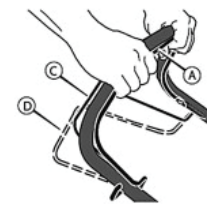

Рис. 6 Положение рычагов остановки двигателя и привода хода
1. Нажмите и удерживайте рычаг остановки двигателя в положении А (Рис. 6). Запустите двигатель
2. Переместите рычаг привода (Рис.6) полностью вперед. Теперь система привода включена, и газонокосилка начнет двигаться вперед.
Для выключения только системы привода, отпустите рычаг привода (С). В выключенном положении D (Рис.6), газонокосилка прекратит движение вперед, но двигатель будет продолжать работать, а нож вращаться.